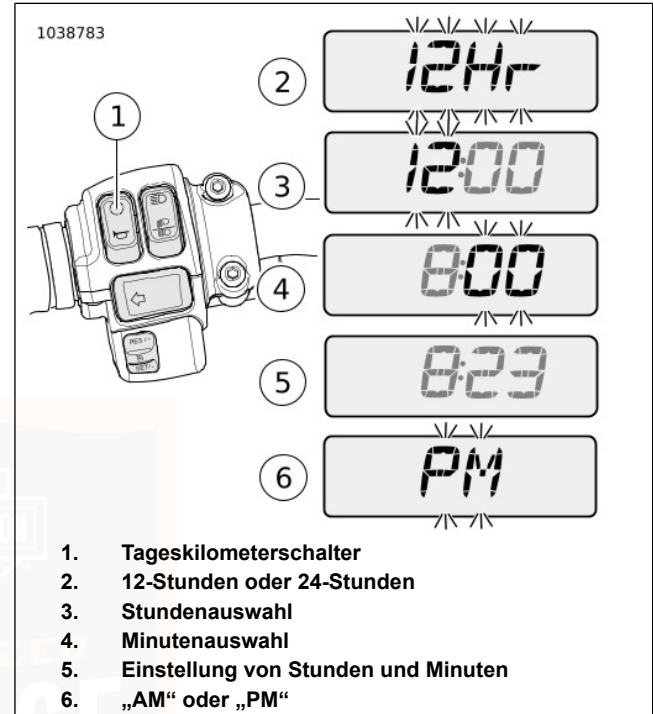

Abbildung 25. Zeitanzeigen
2. Siehe Abbildung 25. Den Tageskilometerschalter (1) mehrmals drücken, bis die Uhrzeit (Stunden und Minuten) erscheint. Den Tageskilometerschalter so lange drücken, bis auf der Anzeige die Angabe „12Hr“ (12-Stunden-Format) (2) zu blinken beginnt. Den Schalter loslassen.
4. Wenn das gewünschte Zeitformat angezeigt wird, den Tageskilometerschalter so lange drücken, bis die Stundenanzeige (3) zu blinken beginnt.
6. Wenn der richtige Stundenwert angezeigt wird, den Tageskilometer-Rückstellschalter so lange gedrückt halten, bis die Minutenanzeige (4) zu blinken beginnt.
8. Wenn die richtige Minutenzahl angezeigt wird (5), den Tageskilometerschalter so lange drücken, bis die Auswahlanzeige für AM oder PM (erste/zweite Tageshälfte) (6) erscheint.